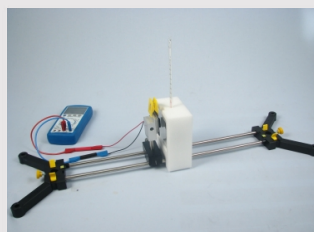

Рисунок 13
3. Тепер ковзну опору з термогенератором слід присунути до сонячного колектора так, щоб кінчик чорної пластини торкнувся пластмасової пластини (рис. 13).